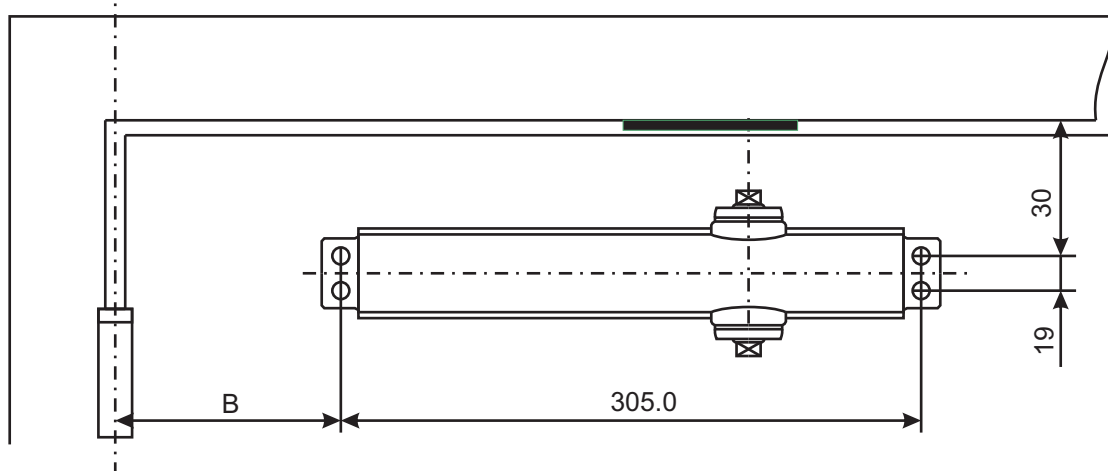

Рисунок 6
1. Выберите угол открывания двери. Используя рисунок 6 и таблицу 3, наметьте и просверлите крепежные отверстия для тела доводчика и кронштейна рычага.